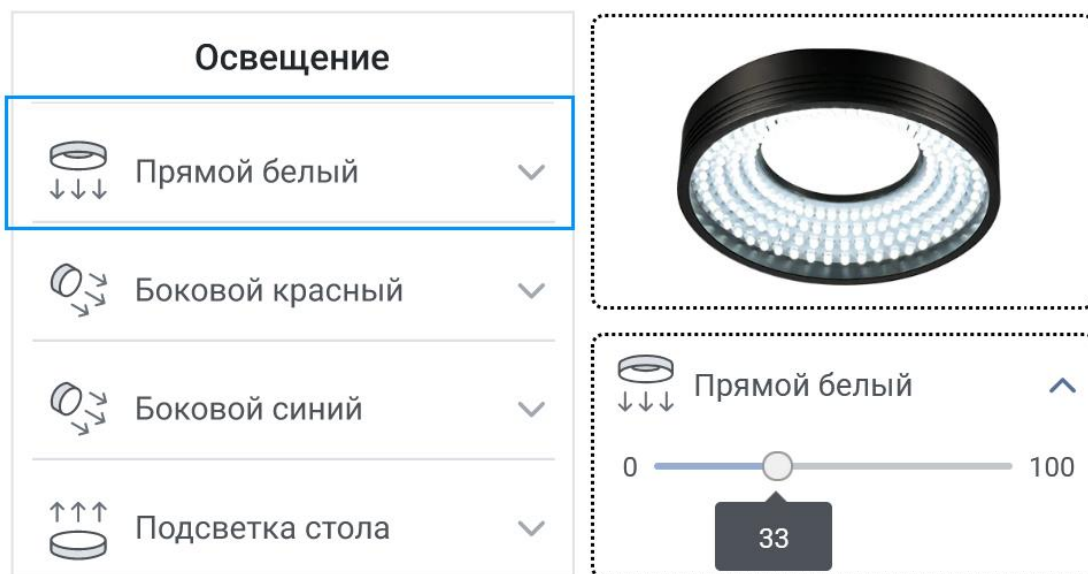

Рисунок 13 – Управление центральным каналом освещения
2.2.4.21 Система освещения ОСК имеет независимые каналы управления с источниками света. Для проверки каждого канала выберете соответствующий источник в меню управления освещением (см. Рисунок 13). В модификации ОСК-5 присутствуют дополнительные каналы - красного и синего бокового освещения.
2.2.4.22 Положение ползунка управления освещением в значении равном 0 соответствует выключенному состоянию. Плавно перемещайте ползунок управления соответствующим каналом освещения и убедитесь в изменении интенсивности освещения данным источником (см. Рисунок 13). Проверьте возможность управления всеми каналами освещения.